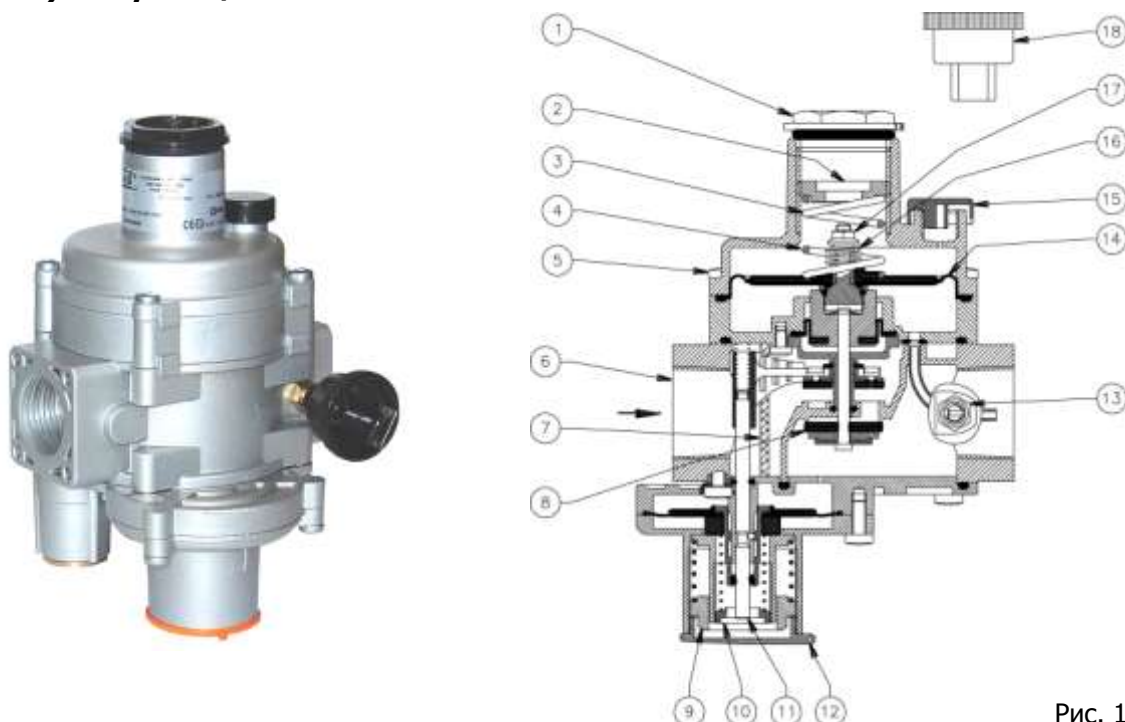

Рис. 1
Регулятор (рис. 1) состоит из: колпачок регулятора (1); винт настройки выходного давления (2); раструб (3); пружина настройки выходного давления (4); винты фиксации раструба (5); корпус регулятора (6); фильтрующий элемент (7); обтюратор (8); винт настройки запорного клапана избыточного давления (9); винт настройки запорного клапана недостаточного давления (10); рычаг взвода регулятора (11); колпачок запорного клапана (12); штуцер диагностики выходного давления (13); рабочая мембрана (14); пылезащитный колпачок (15); пружина настройки сбросного клапана (16); винт настройки сбросного клапана (17); ключ для настройки (18).